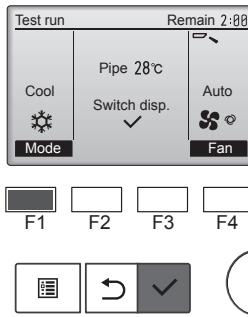

Fig. 6-6
- ① Кнопкой [F1] выберите режим работы "Cool" (Охлаждение) или "Heat" (Нагревание). (Fig. 6-6)